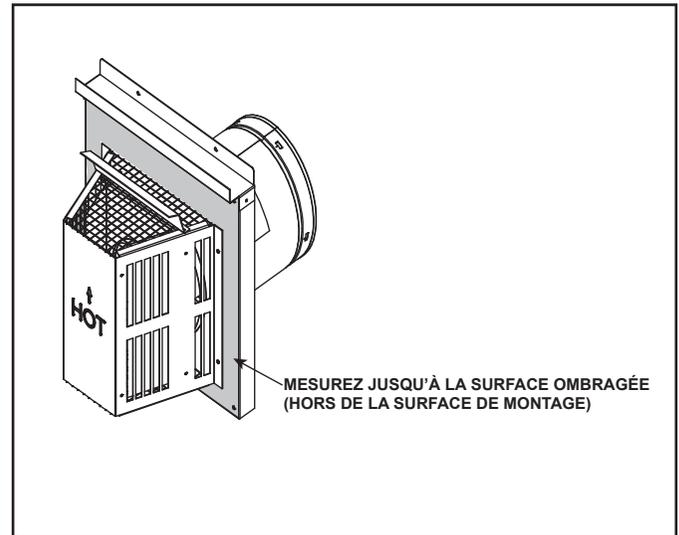

Figure 4.10 Mesure à la surface extérieure de montage
- Les extrémités horizontales sont mesurées par rapport à la surface de montage extérieure (bride du chapeau de l'extrémité). Voir Figure 4.10.